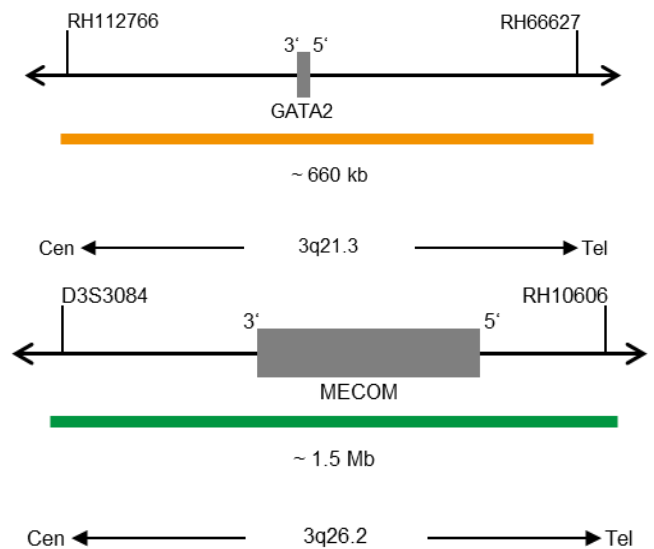

Abb. 1: Oben: SPEC GATA2 Sondenlokalisation; Unten: SPEC MECOM Sondenlokalisation (nicht maßstabsgetreu)
- ZyOrange (Anregung 547 nm/Emission 572 nm) markierten Polynukleotiden ($\sim 6,0$ ng/ μ l), die gegen Sequenzen in 3q21.3* (chr3:127,902,316-128,564,215) gerichtet sind, welche die GATA2-Genregion enthalten (siehe Abb. 1).
- ZyGreen (Anregung 503 nm/Emission 528 nm) markierten Polynukleotiden ($\sim 12,0$ ng/ μ l), die gegen Sequenzen in 3q26.2* (chr3:168,249,484-169,743,447) gerichtet sind, welche die MECOM -Genregion enthalten (siehe Abb. 1).